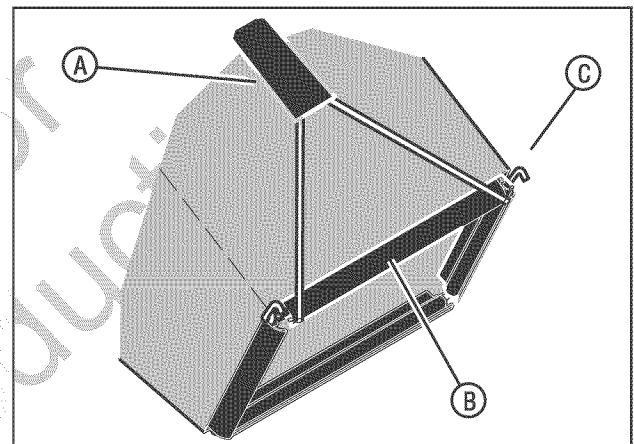

Figura 6: Instalación de los ganchos de la bolsa
2. Verifique que la manija (A, Figura 6) esté en el lado exterior de la bolsa de césped.
3. Primero, sujete los ganchos (B, Figura 6) al costado del armazón (C). Luego, sujete los ganchos a la parte superior e inferior del armazón.